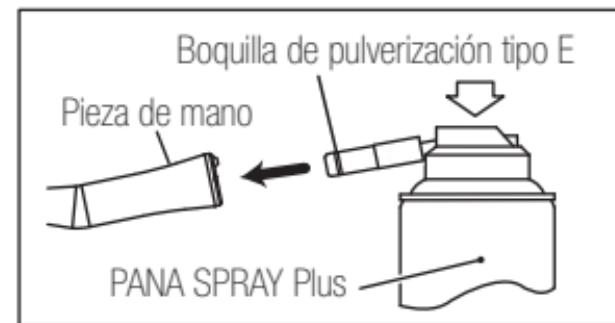

Fig. 14
- 1) Confirme que las marcas ● en el cabezal y el adaptador están alineadas y bloqueadas. (Fig.14)